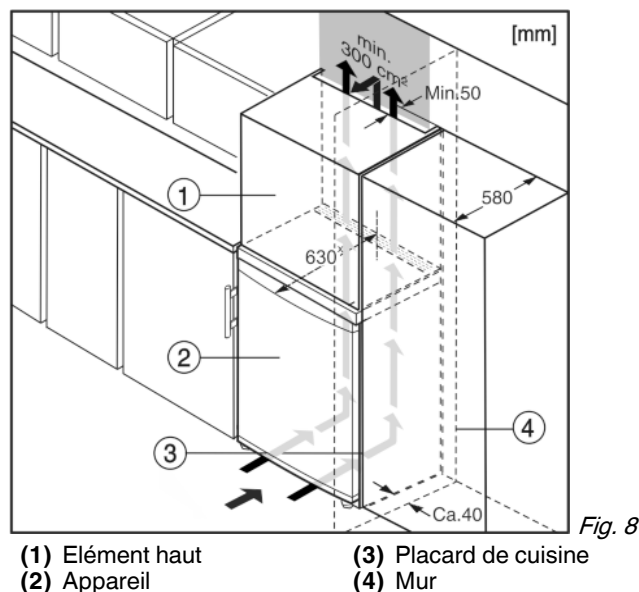

Fig. 8
- (1) Élément haut
- (2) Appareil
- (3) Placard de cuisine
- (4) Mur
L'appareil peut être entouré de meubles de cuisine. Pour adapter l'appareil Fig. 8 (2) à la hauteur des placards de la cuisine intégrée, on peut placer un élément haut Fig. 8 (1) au-dessus de l'appareil.
Lors de la transformation avec des placards de cuisine (profondeur max. 580 mm), l'appareil peut être placé directement à côté du placard de cuisine Fig. 8 (3). L'appareil dépasse la largeur de 34 mm* et de 50 mm* au centre de l'appareil par rapport à la face avant du placard de cuisine.
Si l'appareil est installé avec les charnières à côté d'un mur Fig. 8 (4), la distance entre l'appareil et le mur doit être de 40 mm min. Ceci correspond à la saillie de la poignée lorsque la porte est ouverte.